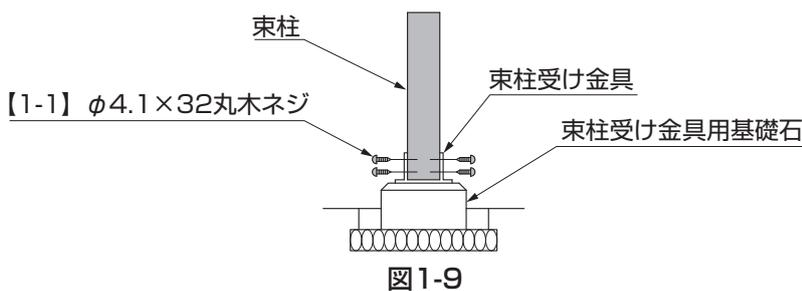

図1-9
③ 束柱受け金具を埋込んだ基礎石に束柱を建てて、【1-1】で固定してください。(図1-9参照)